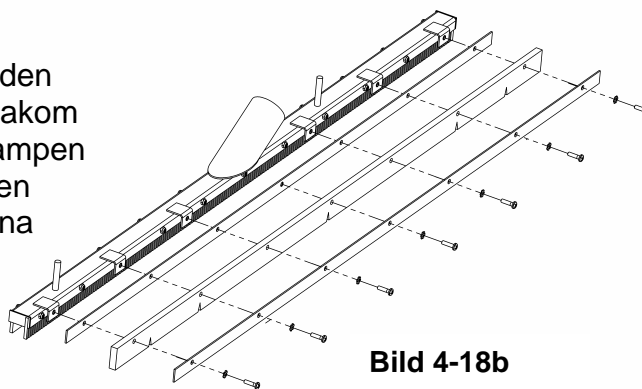

Bild 4-18b
4. Skruva ur de sju skruvarna (#10) från vakuumhuvudet för att frigöra blandarsvampen och klämmorna som bild 4-18b visar och lägg skruvarna åt sidan.